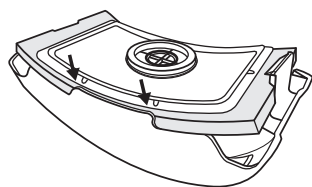

Fig. 7c
3. Installer le filtre avec le joint d'étanchéité périphérique de filtre dans le protège-filtre (Fig. 7c). Caler soigneusement le matériau du joint d'étanchéité périphérique de filtre entre le haut du protège-filtre et le boîtier.